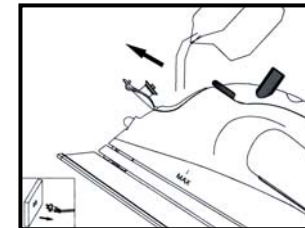

Fig. 1
1. Abra la tapa del tanque de agua. Sosteniendo la plancha levemente inclinada, vierta agua lentamente dentro de la entrada de agua. (Fig. 1) Llene el tanque hasta el nivel deseado o hasta el "MAX" usando el recipiente para el agua. (Puede medir la cantidad de agua en el tanque con la plancha en posición horizontal). NO llene de más el tanque. Cuando termine de llenarla, cierre la tapa del tanque de agua antes de continuar.